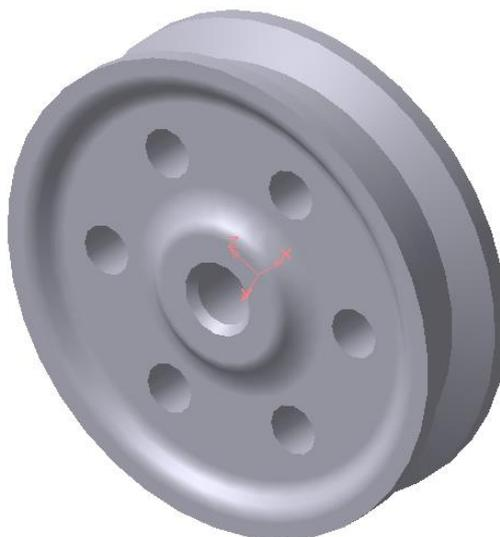

Рисунок 31 - 3D модель детали
**Задание:** создать 3D модель детали (рис.31).